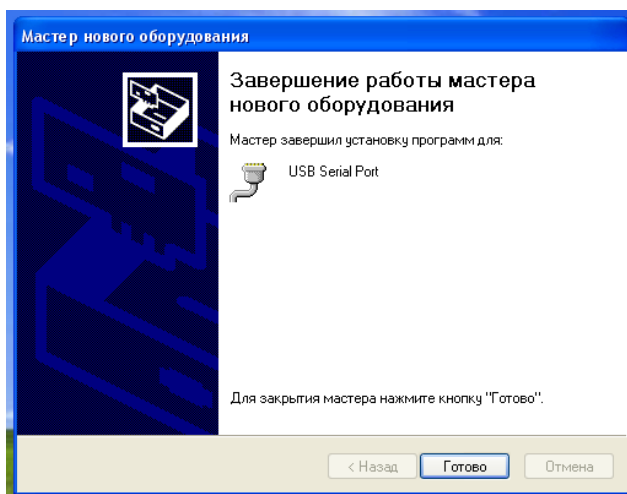

Рисунок 12
- По окончании копирования появится сообщение об успешной установке устройства USB Serial Port (см. рисунок 12). На этом второй этап установки драйвера закончен. Нажать «Готово».